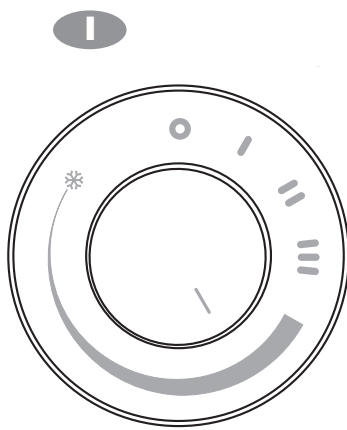

fig. 5
- Zum Einstellen der Raumtemperatur auf einen bestimmten Wert (Thermostat) den Anhaltspunkt "I" in der Skala "I" (Abb.5) verstellen. Wenn die Raumtemperatur gleich oder höher als der Einstellwert ist, stoppt das Gerät. Wenn die Raumtemperatur niedriger als der Einstellwert ist, schaltet das Gerät bei maximaler Leistung (2000W) ein.
- Para regular la temperatura ambiente a un valor determinado (termostatación), gire el mando hasta poner la referencia "I" dentro de la escala graduada "I" (Fig. 5). Si la temperatura ambiente es igual o superior a la temperatura regulada, el aparato se detiene. Si la temperatura ambiente es inferior a la temperatura regulada, el aparato se enciende a la máxima potencia.